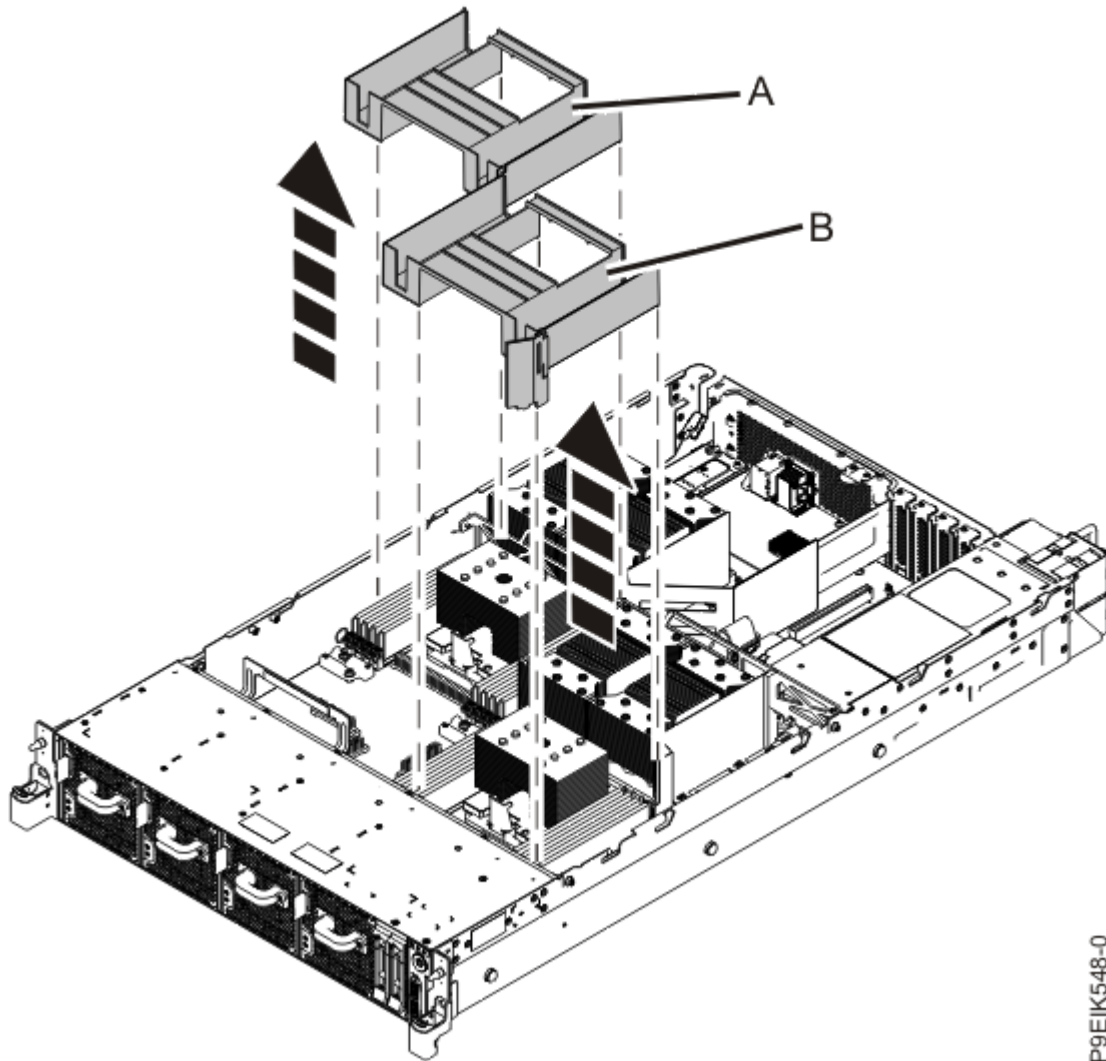

図 46. システム・プロセッサ・エア・バッフルの取り外し
2. エア・バッフル (A) および (B) を取り外します (65 ページの図 46 を参照)。